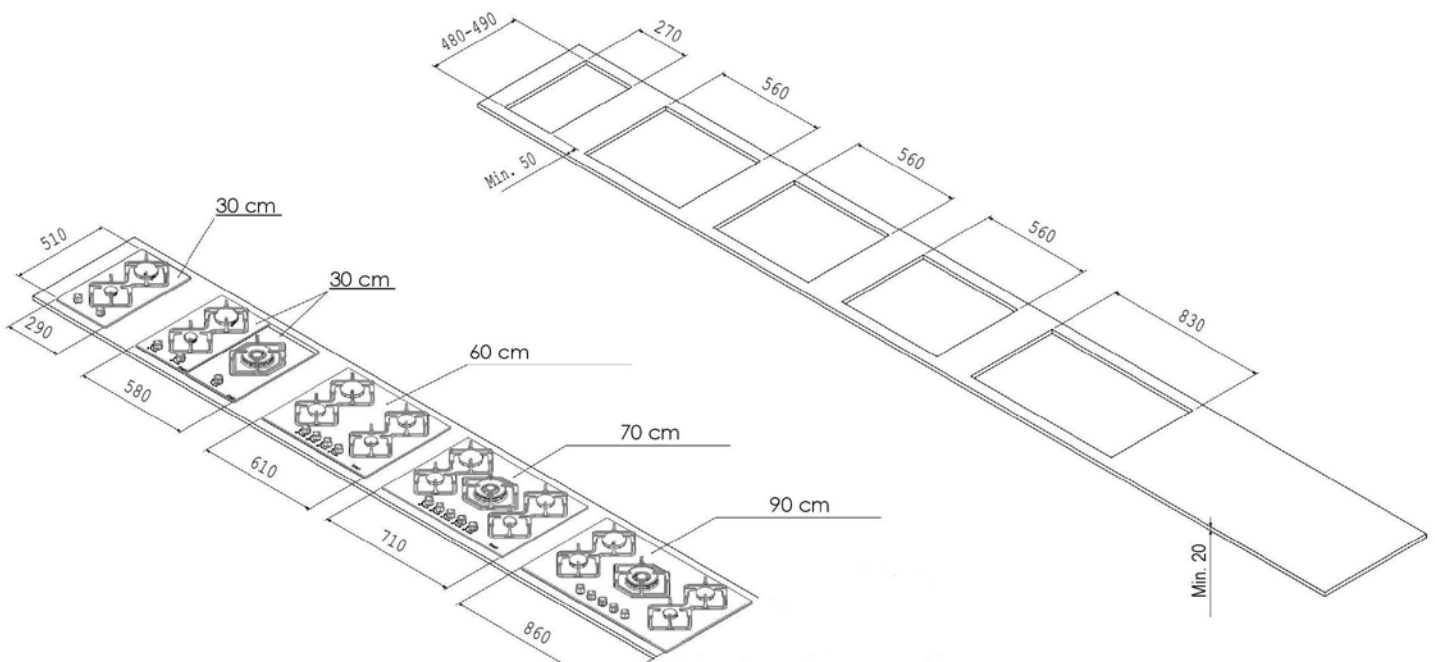

Рис. 3
7.1.1. Выпилить в столешнице отверстие, размеры указаны на рис.3. Размеры самой панели показаны на рис. 3.